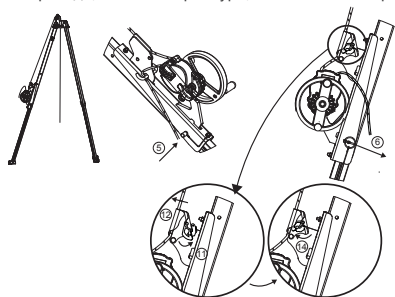

Рис. 9
**ВАЖНО:** внимательно относитесь к направлению сборки: блокирующее устройство каната должно указывать на вершину треноги TRACPODE™ (Рис.9).
- Крепящий штифт выполняет две функции: фиксирует опору треноги TRACPODE™ и крепит кронштейн спускового устройства на опоре треноги (Рис.9, 5).
6. Фиксируйте крепящий штифт предохранительным (Рис.9, 6).
11. Откройте блокирующее устройство каната (Рис.9, 11).
12. Введите канат спускового устройства в блокирующее устройство каната на кронштейне (Рис.9, 12).
14. Закройте блокирующее устройство каната (Рис.9, 14).